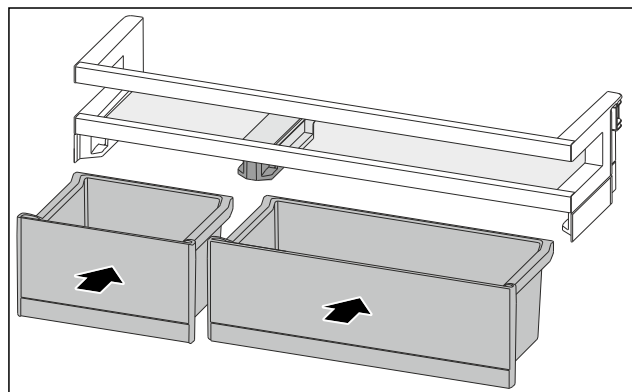

Fig. 222
- VarioBoxy vložte v opačném pořadí. (viz Fig. 222)